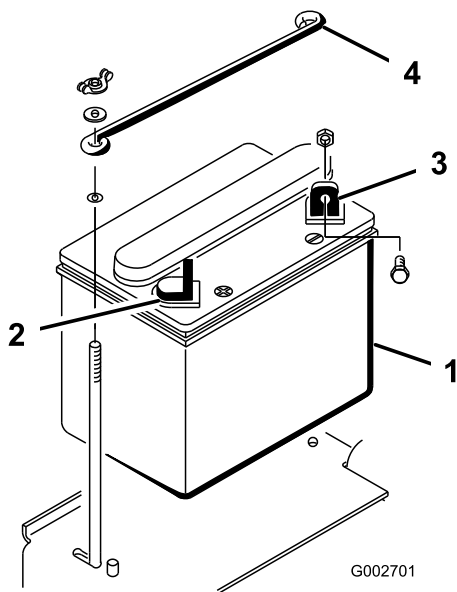

Рисунок 4
1. Установите аккумулятор на место таким образом, чтобы отрицательная клемма была направлена к задней стороне машины (Рисунок 4).